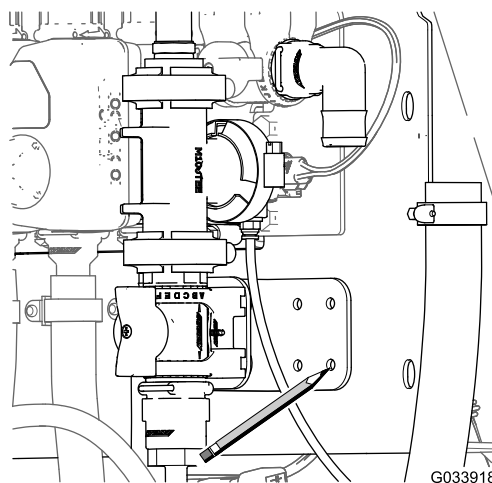

図 32
3. 制御バルブのブラケットを型紙として、ブラケットの穴の位置をマニホールドマウントの表面にマーキングする 図 32。